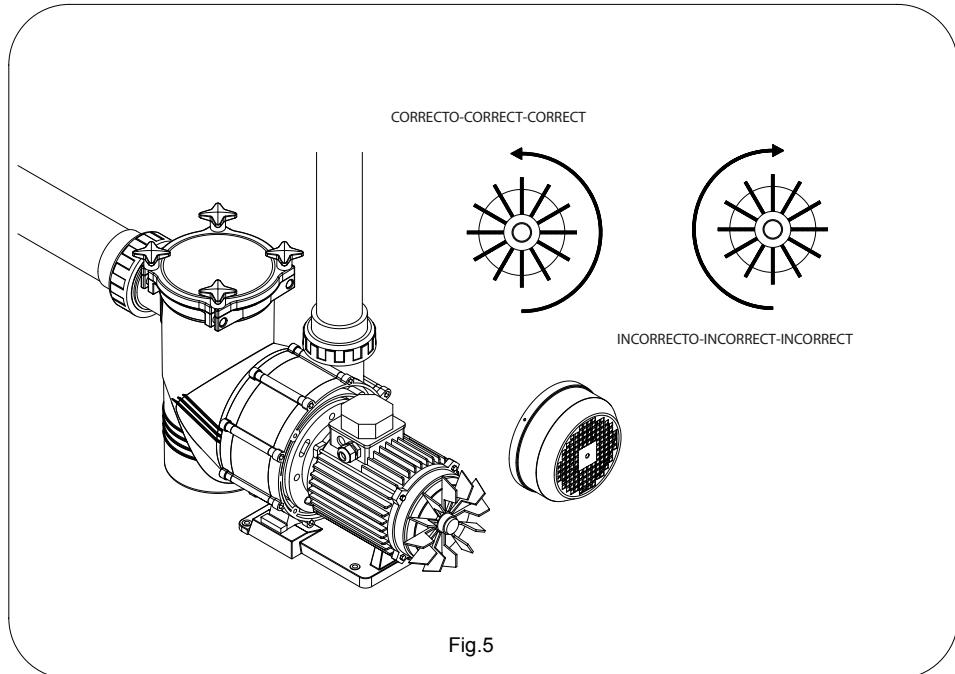

Fig.5
- En los motores trifásicos, comprobar que el sentido de rotación del motor sea el correcto, mediante el ventilador situado en la parte trasera del motor, que se observa a través de la mirilla de la tapa del ventilador (Fig.5).